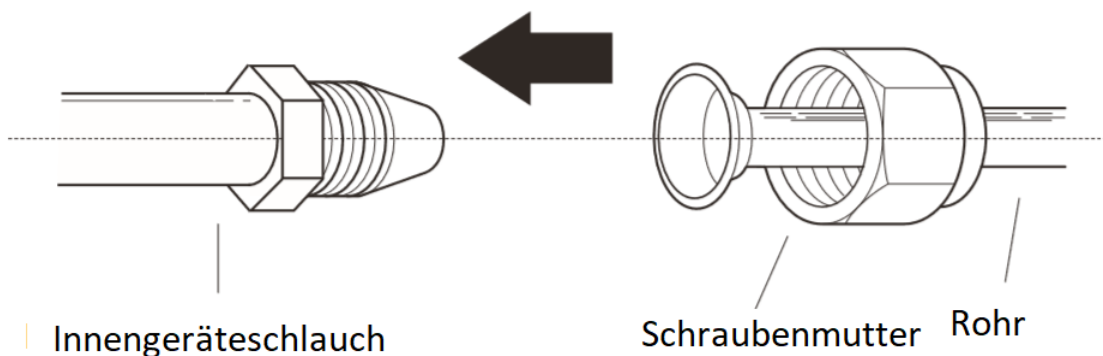

Fig. 5.7
1. Richten Sie die Mitte der beiden Rohre aus, die Sie anschließen möchten. Siehe Abb. 5.7.